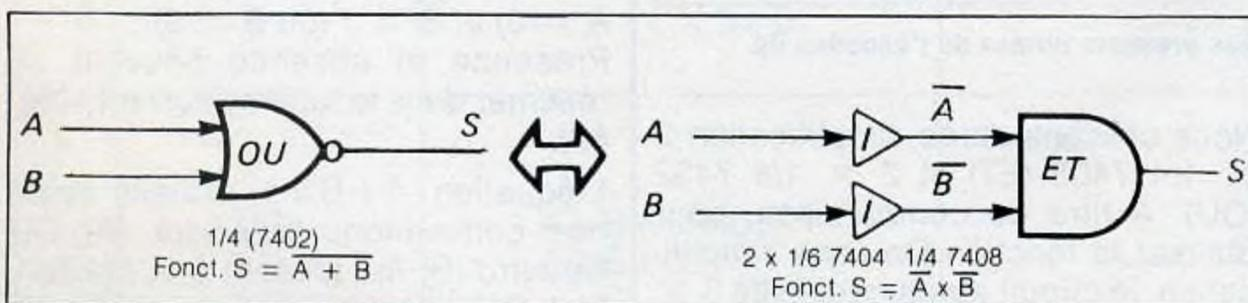

Fig. 64
- L'opérateur OU (7402) (figure 64)